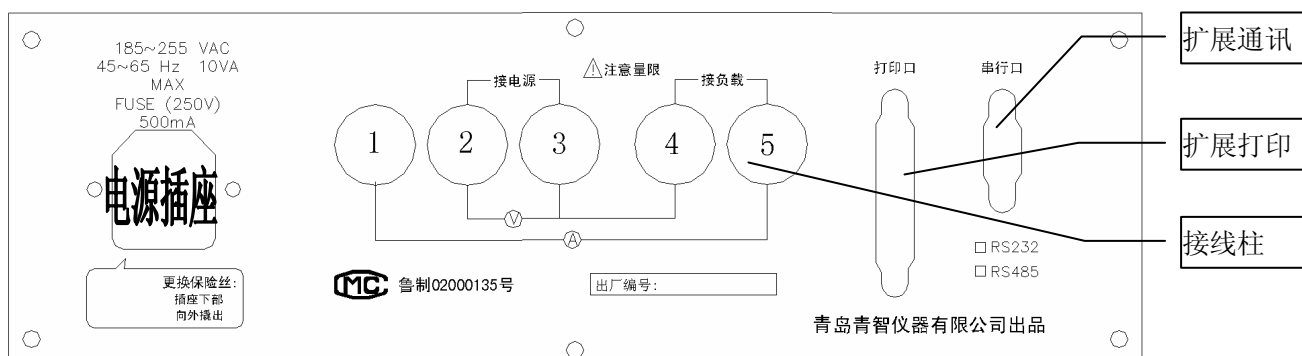

图 8 8705B/15B/06B/16B/16D/13 后面板示意图
1. 后面板由以下几部分组成：电源插座、接线柱、扩展打印接口、扩展串行通讯接口（见图 8）。